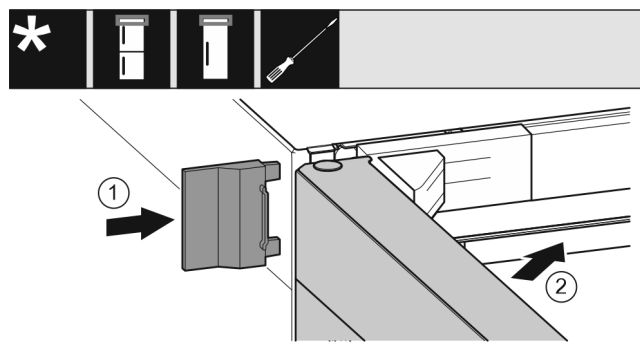

Fig. 20
- ▶ Sæt den udvendige afdækning på. Fig. 20 (1)
- ▶ Luk den øverste dør. Fig. 20 (2)